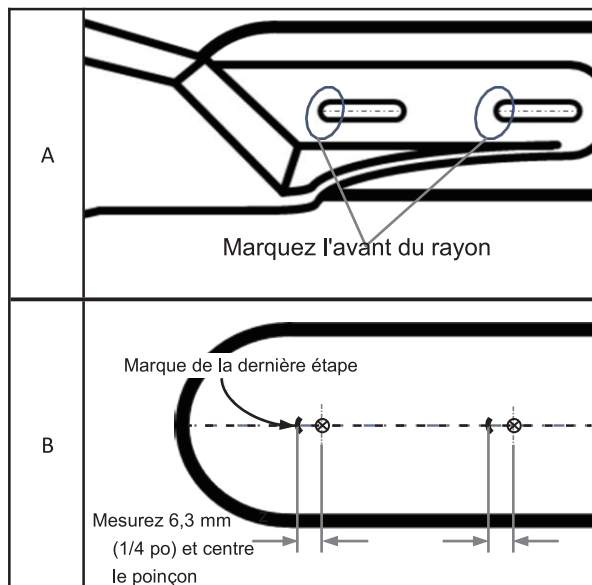

Fig. 3
- À l'aide d'une alène ou d'un marqueur, marquez le rayon le plus avant de chaque fente sur la barre, comme encerclé sur la fig. 3-A.
- Retirez l'accessoire puis mesurez 6,35 mm (1/4 po) à partir des marques faites à la dernière étape et marquez. Utilisez un poinçon de centrage pour marquer l'endroit où percer, comme indiqué sur la fig. 3-B.